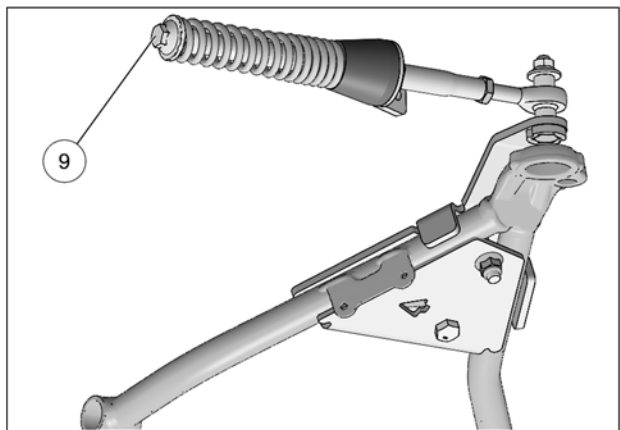

Fig. 20
10. Vérifier que le boulon du ressort (6) est serré au couple recommandé : 75 N•m [55 lb•pi]. Fig. 20